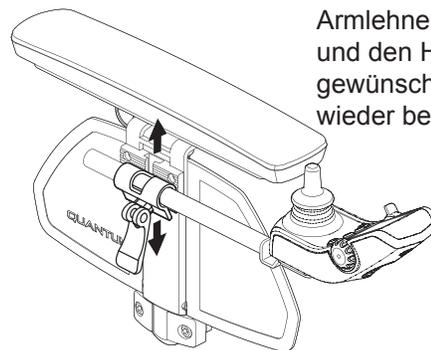

Abbildung 11. Joystickhalter
3. Legen Sie den Entriegelungshebel um und drehen Sie ihn, um die Klemme zu lösen. **Siehe Abbildung 11.**
2. Legen Sie den Entriegelungshebel um und drehen Sie ihn, um die Klemme zu lösen. **Siehe Abbildung 11.**